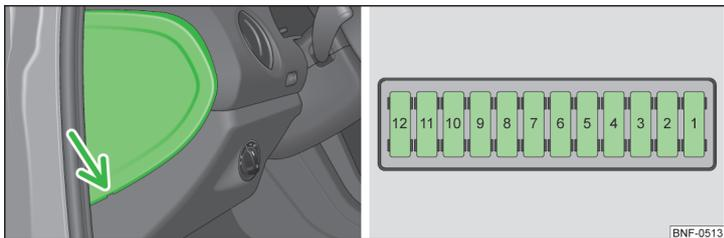

Fig. 127 Cache de la boîte à fusibles/fusibles
- Insérez un tournevis à bout plat dans l'ouverture du cache au niveau de la flèche » fig. 127.